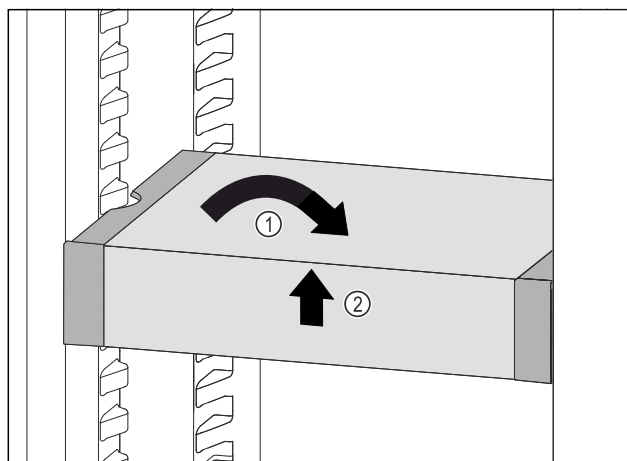

Fig. 74
- Coloque el VarioSafe en posición recta. Fig. 74 (1)
- Levante el VarioSafe por delante. Fig. 74 (2)